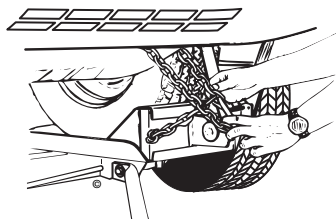

Figure 10
- ❑ Attachez les deux (2) chaînes de sécurité pour le véhicule remorqué (lesquelles se trouvent à côté des roues à rochet) soit au cadre de châssis du véhicule remorqué, soit à un autre élément de sa structure de base. Gardez ces chaînes de sécurité loin des canalisations pour les freins et pour le carburant, loin aussi des autres composantes mécaniques du véhicule remorqué qui pourraient être endommagées par ces chaînes de sécurité. **NE** placez **PAS** le crochet d'une chaîne de sécurité sur un élément du cadre de châssis du véhicule remorqué ou sur un autre élément de sa structure de base. Passez la chaîne de sécurité en question autour de cet élément et placez son crochet dans le trou d'un des maillons de la chaîne. Laissez un espace de relâche de quelques centimètres dans chaque chaîne de sécurité. Assurez-vous aussi que le crochet en forme de « S » est bien sécurisé avec une pièce de fixation en caoutchouc. (Figure 10)